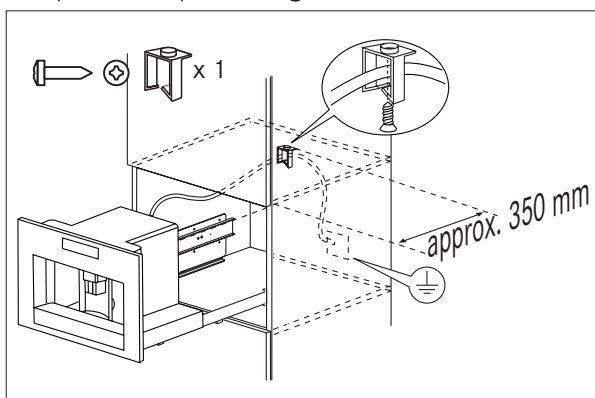

Fig. 6
- Fixez le câble électrique avec la pince (Fig. 6). Le câble électrique doit être suffisamment long pour permettre d'extraire l'appareil de l'armoire pour remplir le récipient de grains de café.